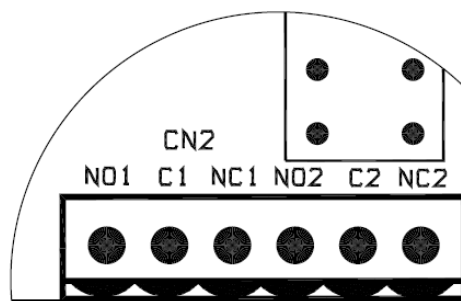

图6：主继电器接线图
9. 将信号线接入接线端子，接线顺序如图6所示。
10. 将信号线接入接线端子，接线顺序如图6所示。